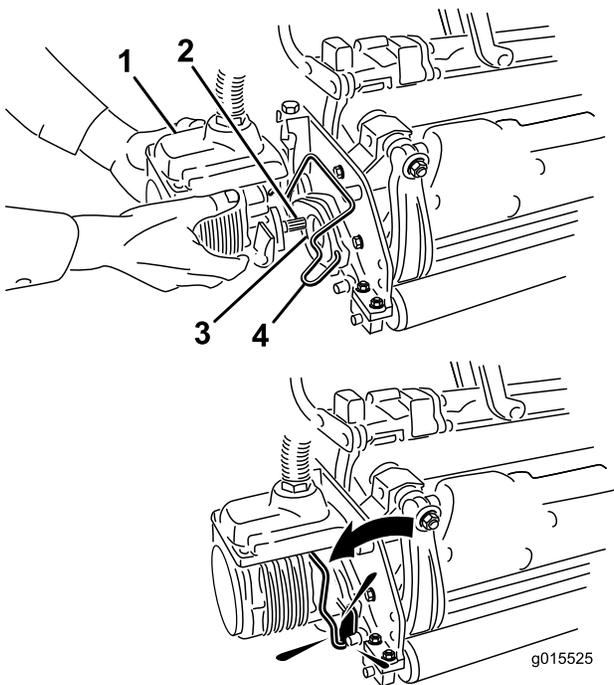

図 35
- カッティングユニット用モータのスプラインシャフトにきれいなグリスを塗りつける (図 35)。
- モータを、カッティングユニットの左側 (運転席から見て) に取り付け、カッティングユニットについているモータ固定バーを、モータの上から被せるようにセットし、モータの左右から「カチッ」というロック音が聞こえるまで押し下げる (図 35)。